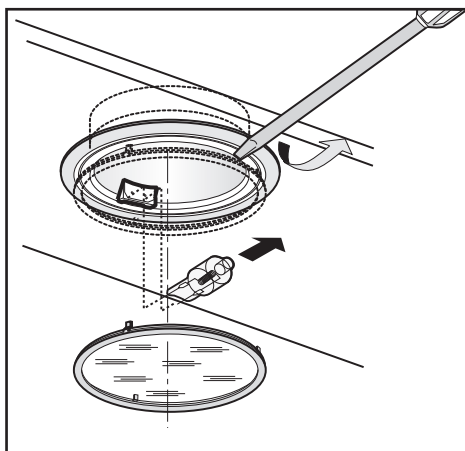

Fig.6
• Remplacement des lampes halogènes (Fig. 6).